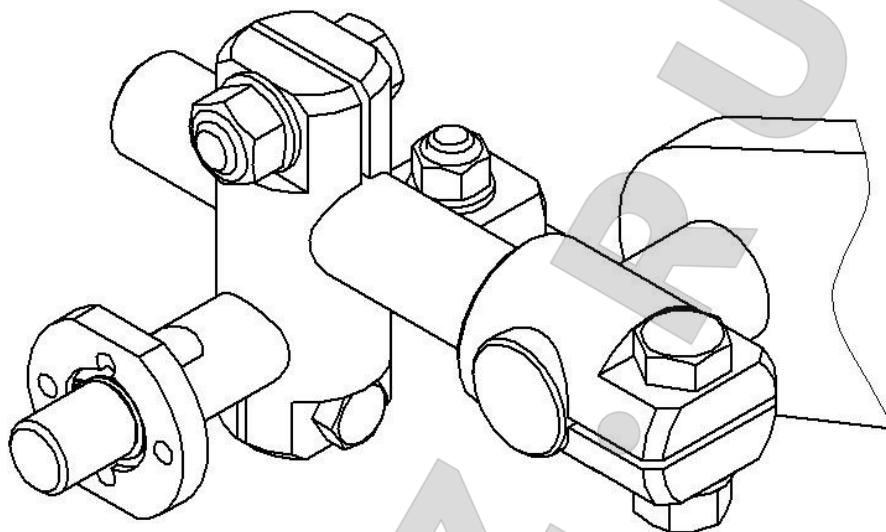

Рис. 3 Схема установки адаптеров
5.4. Установите адаптеры. Как показано на рис. 3